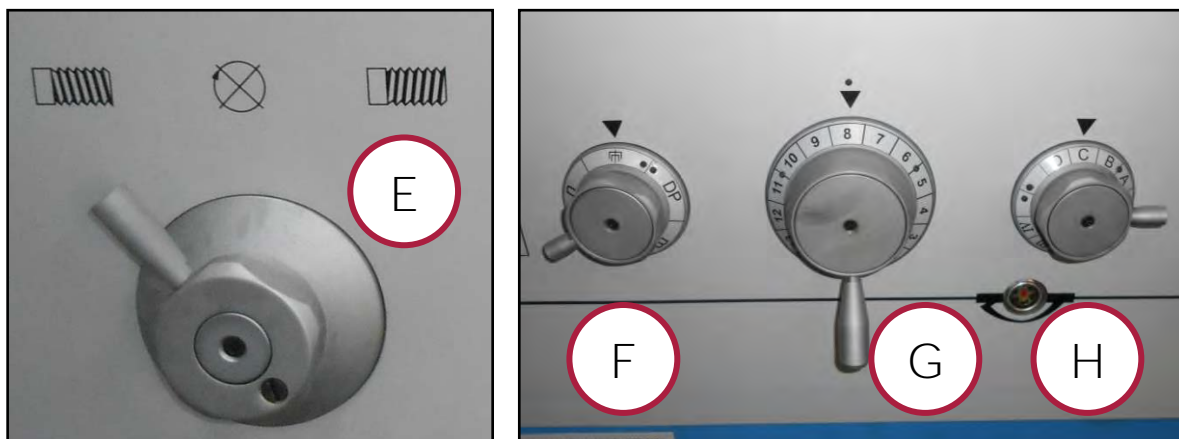

Figura 22 – Manopole di regolazione avanzamenti.
Il quadro per la regolazione della velocità degli avanzamenti automatici (vedere la Figura 22), è posizionato nella parte sinistra della macchina, sotto al quadro per la regolazione della velocità di rotazione del mandrino.
La selezione delle diverse velocità avviene attraverso 3 selettori rotativi a manopola che comandano il cambio di velocità ad ingranaggi (rif. f, g, h in Figura 22). Vi è, inoltre, una quarta manopola per la selezione del senso di avanzamento del carrello (rif. e in Figura 22).
- Azionare la manopola (e), selezionando il senso di avanzamento (verso destra o sinistra) del carrello (vedere la Figura 22);
- Posizionare le manopole (f) (g) e (h) (in Figura 22) secondo le indicazioni riportate nel presente manuale o nella targa delle velocità degli avanzamenti installata direttamente sulla macchina.